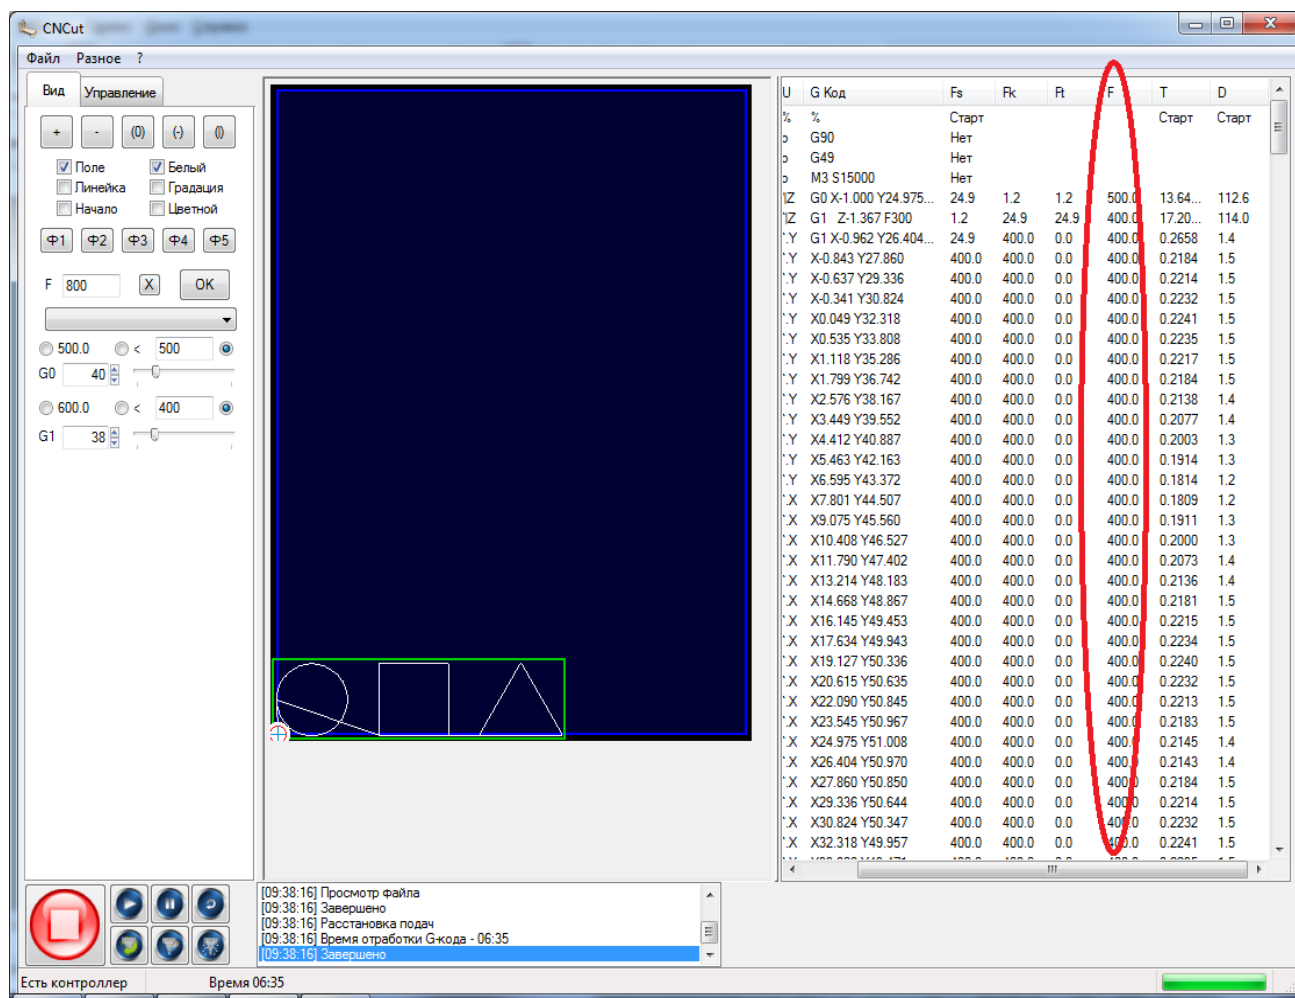

Рисунок 68. Столбец «F»
7. Столбец «F» - установленная скорость, рисунок 68